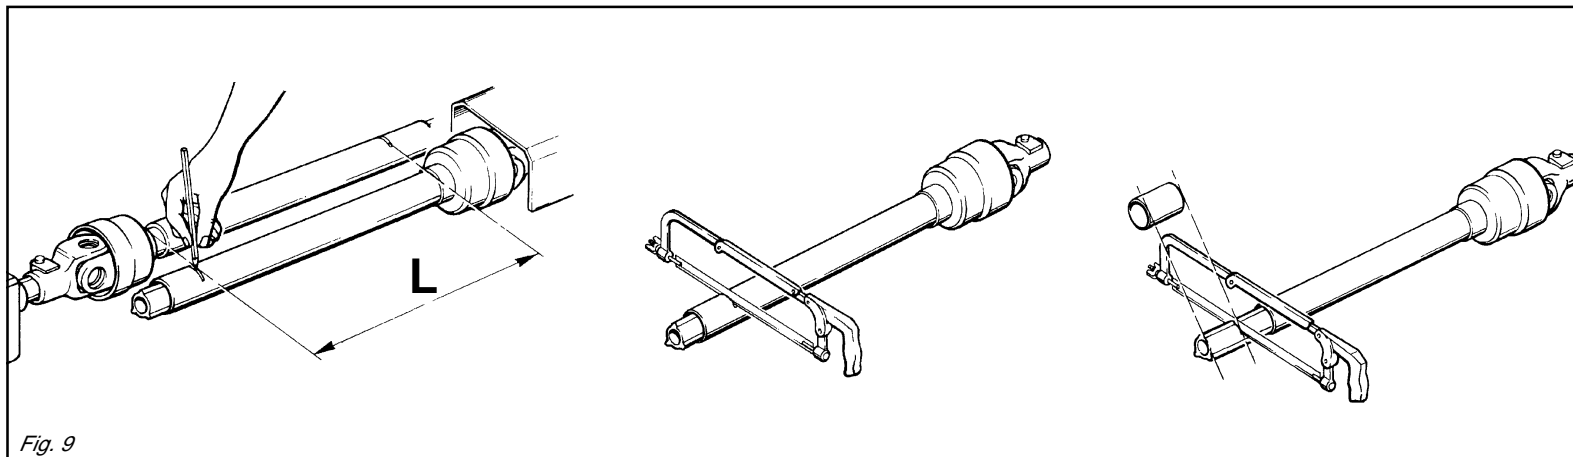

Fig. 9
4) Affiancare le due metà del cardano. Trovare la lunghezza minima di scorrimento «L» (Fig. 9). Se l'albero cardanico risultasse troppo lungo si dovranno accorciare, in uguale misura, prima i due tubi di protezione in plastica esterni, poi quelli metallici interni (vedere Fig. 9). Quindi sbavare e lubrificare.
4) *Place the two halves of the cardan shaft side by side. Establish the minimum sliding length "L" (Fig. 9). If the cardan shaft is too long, it must be shortened. Proceed by first equally shortening the two external plastic guard tubes then the internal metal ones (see Fig. 9). Finish by trimming and lubricating.*
4) Die beiden Hälften der Gelenkwelle aneinander annähern. Die kleinste Gleitlänge "L" finden (Abb. 9). Wenn die beiden Teile der Gelenkwelle zu lang sein sollten, müssen sie abgelängt werden, und zwar beide im gleichen Ausmaß, zuerst der äußere Kunststoffschutz, dann der innere Metallteil (vgl. Abb. 9). Dann sind sie zu entgraten und zu schmieren.
4) *Posez les deux moitiés de l'arbre à cardans une à côté de l'autre. Mesurez la longueur minimum de coulissement «L» (Fig. 9). Si l'arbre est trop long, vous devrez raccourcir de la même dimension les deux tubes de protection extérieurs en plastique et puis les tubes métalliques intérieurs (voir Fig. 9). Ensuite ébavurez et graissez.*
4) Juntar las dos mitades del cardán. Encontrar la longitud mínima de deslizamiento "L" (Fig. 9). Si el árbol cardánico resulta demasiado largo deberemos acortar, en medida equivalente, en primer lugar los tubos de protección de plástico externos, y luego los tubos metálicos internos (ver Fig. 9). Luego limar y lubricar.